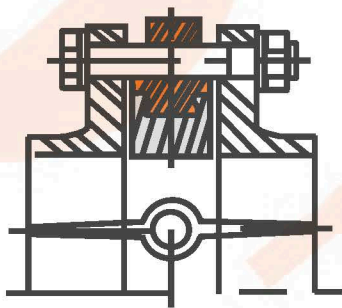

Рисунок 6
2.11. Отцентрируйте поворотный затвор и слегка закрутите болты (шпильки). Откройте диск поворотного затвора до положения «полностью открыто» (Рис. 6).